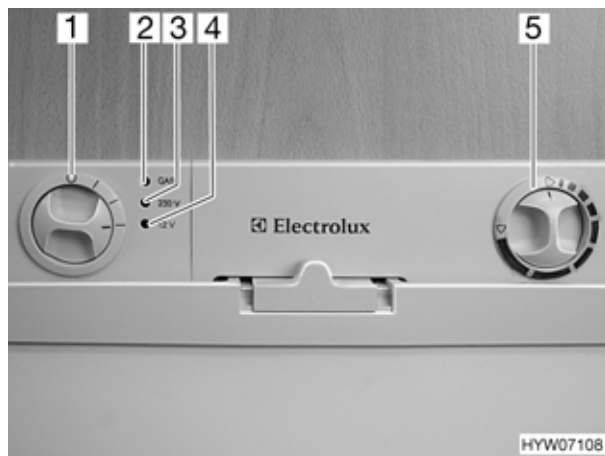

Fig. 157 Elementi di comando del frigorifero (variante 3)
- Posizionare il selettore di energia (Fig. 157,1) su "GAS".
- Posizionare il pomello girevole (Fig. 157,5) sulla potenza massima. L'alimentazione di gas è ora aperta. L'accensione avviene automaticamente. L'indicazione di funzionamento "GAS" (Fig. 157,2) diventa gialla. È udibile un ticchettio fino a quando procedura di accensione non è stata portata a termine.
- Posizionare il selettore di energia (Fig. 157,1) su "O". Il frigorifero è spento.
- Posizionare il selettore di energia (Fig. 157,1) su "230 V". L'indicazione di esercizio "230 v" (Fig. 157,3) diventa verde.
- Impostare la temperatura di refrigerazione con il pomello girevole (Fig. 157,5).
- Posizionare il selettore di energia (Fig. 157,1) su "12 V". L'indicazione di esercizio "12 v" (Fig. 157,4) diventa verde.